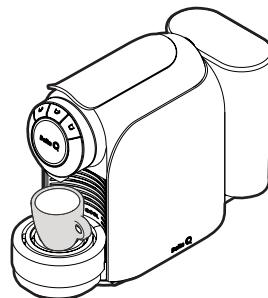

Abb. 8: Espressotasse platzieren.
- Stellen Sie eine Espressotasse auf die Tassenabstellfläche unter den Auslauf (siehe **Abb. 8**).
- Stellen Sie eine Kaffeetasse auf die Tassenabstellfläche unter den Auslauf (siehe **Abb. 8**).